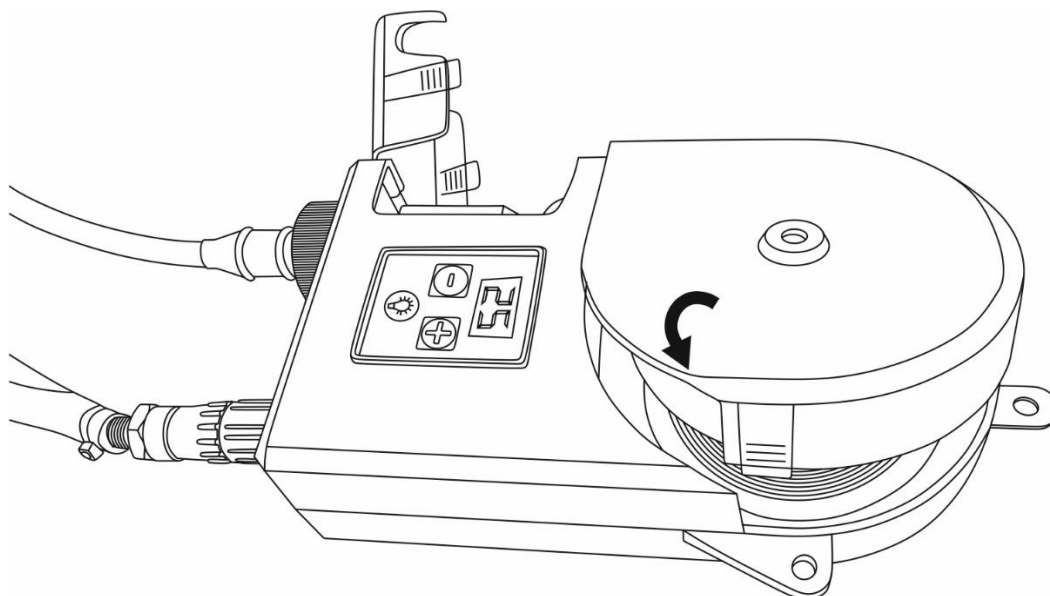

Рис. 7.6. Фиксация защитной крышки отсека с катушкой.
4. Закройте прозрачную крышку катушки с проволокой до срабатывания фиксатора (См. рис. 7.6).